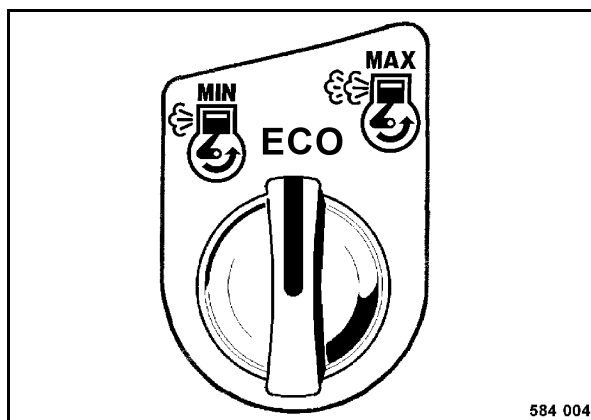

Fig. 70
- Girar el interruptor giratorio para velocidad del motor a posición "ECO" o "MAX" (Fig. 70).